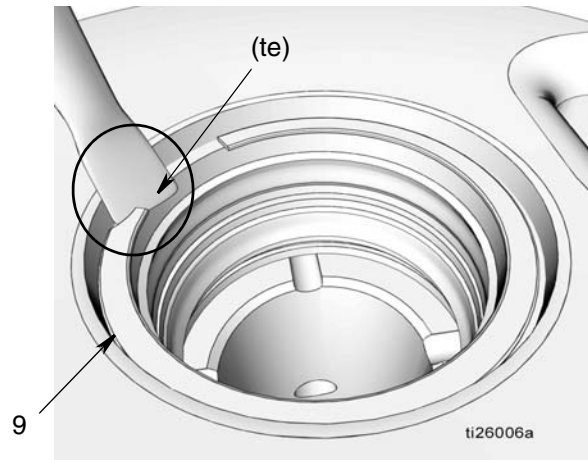

图 25
- a. 在固定环 (9) 的锥形缘 (te) 下转动小平螺丝刀的刃口，拆下环，如图 25 所示。
- b. 拆下锥形垫片 (10)、密封 (11) 和垫片 (12)。
- c. 在固定环 (51) 的锥形缘 (fe) 下使用小平螺丝刀的刃口，拆下环，如图 25 所示，拆下固定环。